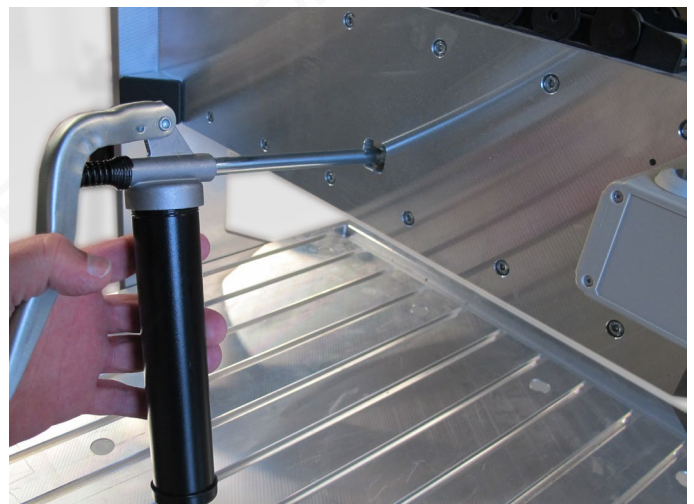

Bild 47: Abschmieren der Y-Spindelmutter
- Schmieren Sie die Y-Spindelmutter ab, wie in Bild 47 gezeigt.